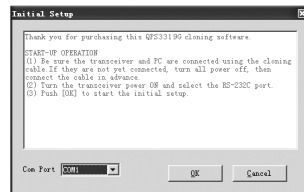

Imagen 1
4. Haga doble clic en el acceso directo “QPS3319G” o haga clic en el menú “START” para seleccionar la entrada “QPS3319G” dentro de “ALL PROGRAMS” (consulte la imagen 1).